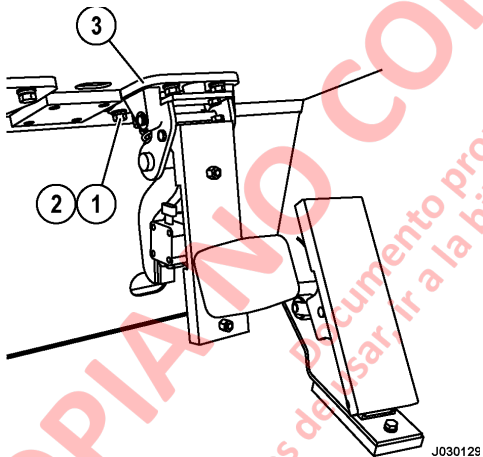

FIGURA 3-2. DESMONTAJE DE LA VÁLVULA DE FRENO
6. Retire los pernos (1, Figura 3-2) y las arandelas de seguridad (2) que aseguran el conjunto de la válvula de freno (3) a la estructura de montaje.
1. Coloque el conjunto de la válvula del freno (3, Figura 3-2) en la cabina y asegúrelo con pernos (1) y arandelas de seguridad (2). Apriete todos los pernos al torque estándar: